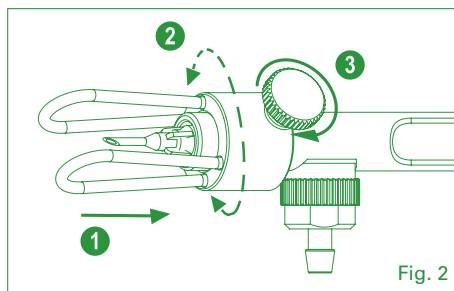

Fig. 2
2. Inserire il FishGuide™ fino al contrafforte, regolare la posizione, stringere dolcemente la vite con il pollice (Fig. 2).
2. Insertar el FishGuide™ hasta el límite, ajustar la posición y apretar suavemente el tornillo con el pulgar (Fig. 2).
2. Insira o FishGuide™ até ao limite, ajuste a posição, aperte suavemente o parafuso de aperto manual (Fig. 2).